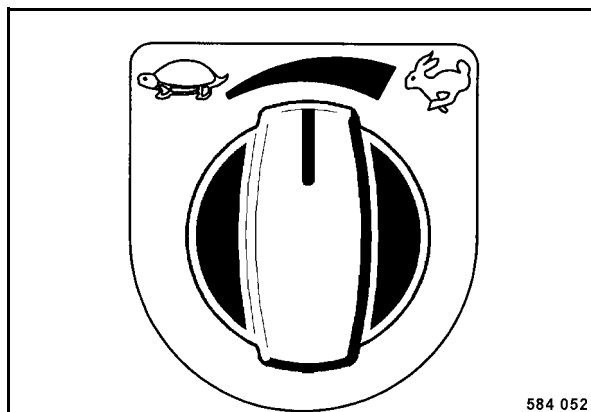

Fig. 74
- Preseleccionar la máxima velocidad de marcha (Fig. 74).